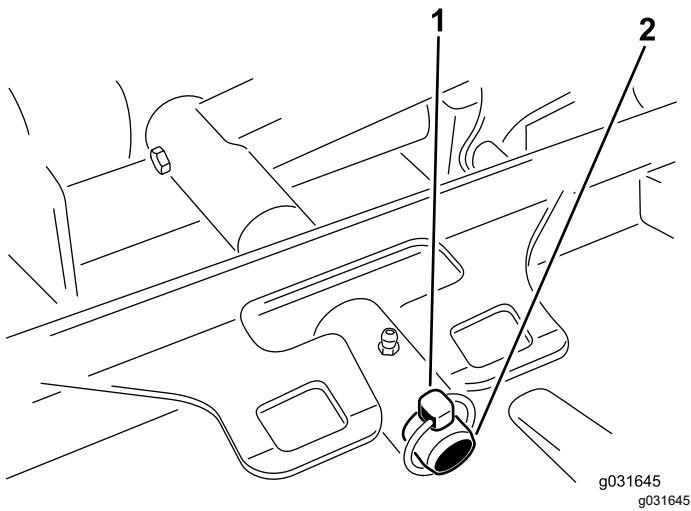

図 69
- カッティングユニットのキャリアフレームを昇降アームのピボットピンに固定しているリンチピンまたはリテナナットを外す図 69。
- カッティングユニットのキャリアフレームを昇降アームのピボットピンに入れ、リンチピンとリテナナットで固定する図 69。